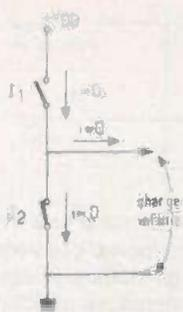
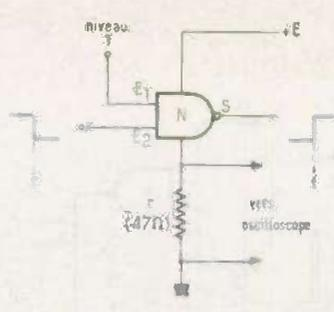
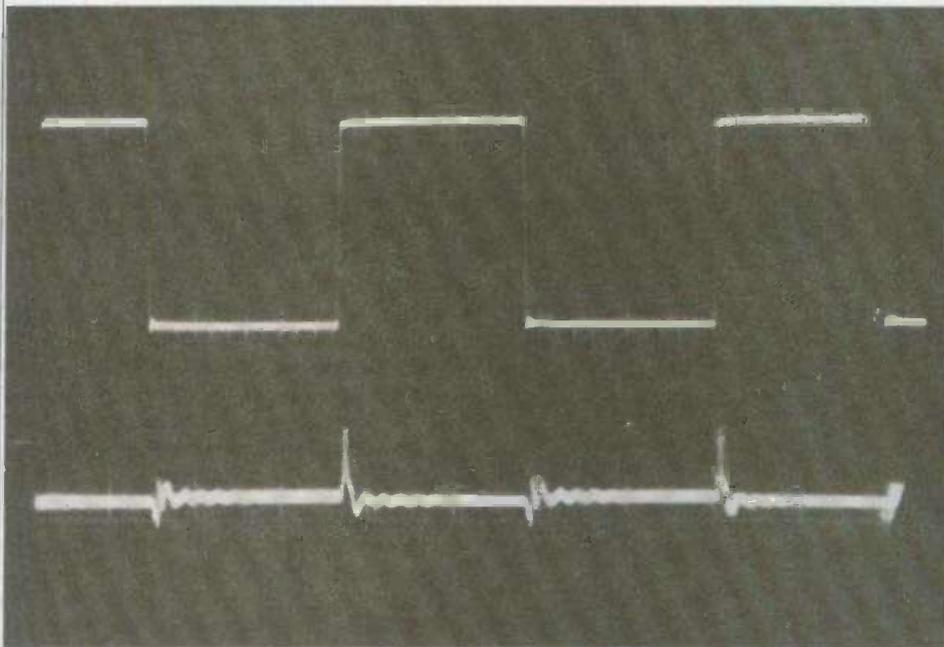

Fig. 1
Fig. 3
Fig. 4
Voyons maintenant les commutations confiées à un rotacteur trois voies/ quatre positions mono-bloc (forme potentiomètre). Tout d'abord le commun  $S_1$  relié à la broche « 2 » du régulateur  $CI_2$ , qui est mis à la masse en « a » (générateur 5 V) ou relié à  $P_2$  en « b » (générateur 10 mA). Le commun  $S_2$  aiguille en « C » la tension 5 V sur la douille banane « B », ou le courant constant en « d » sur la douille « A ». Enfin, le commun  $S_3$  détermine le gain en tension de  $CI_1$ , en « e »  $g = 1$ , en « f »  $g = 100$  et 10 en « g ». (Voir figure 3).
- Si la sortie se trouve à l'état 1, l'interrupteur  $I_1$  est fermé, mais  $I_2$  est ouvert. Comme aucun courant ne circule à travers la charge supposée infinie, non plus qu'à travers la porte puisque  $I_2$  s'y oppose (fig. 1), l'alimentation ne débite donc pas, et la consommation est rigoureusement nulle.
Au moment de la commutation, et pendant un très court instant, les deux « interrupteurs » des figures 1 et 2, se trouvent simultanément fermés : il passe donc, à cet instant, une brève pointe de courant, qu'on peut mettre en évidence grâce au montage de la figure 3, appliqué à une porte NAND d'un circuit 4011. Au moment  $t$  où bascule le niveau de l'entrée  $E_2$ , donc celui de la sortie  $S$ , la pointe de courant traverse la faible résistance  $r$ , et y crée une chute de tension qu'on peut observer à l'oscilloscope. C'est ce qu'illustre l'oscillogramme de la figure 4, où la trace supérieure repré-
Naturellement, il n'existe pas toujours une relation de phase particulière entre les tensions des entrées  $E_1$  et  $E_2$ , comme nous l'avons supposé dans la figure 4, et